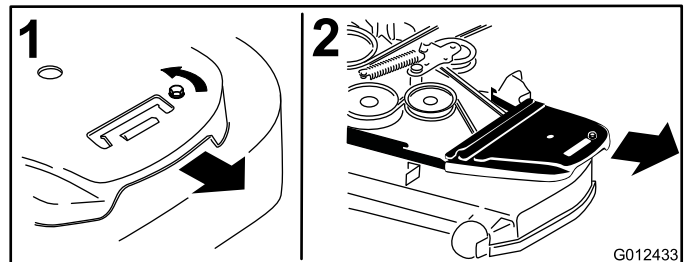

Figura 73
4. Retire las cubiertas de las correas y los pernos que están sujetos a las mismas (Figura 73).